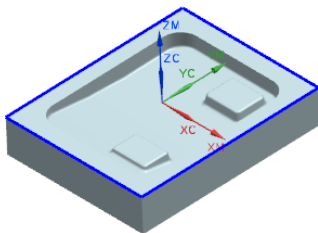

图 15.9 选取边界
Step2. 在“边界驱动方法”对话框中单击“选择或编辑驱动几何体”按钮，系统弹出“边界几何体”对话框，在**模式**下拉列表中选择 **曲线/边...** 选项，在**刀具位置**下拉列表中选择 **对中** 选项，然后在图形区选取图 15.9 所示的边线，单击按钮，然后单击“创建边界”对话框和“边界几何体”对话框中的按钮，系统返回到“边界驱动方法”对话框中。